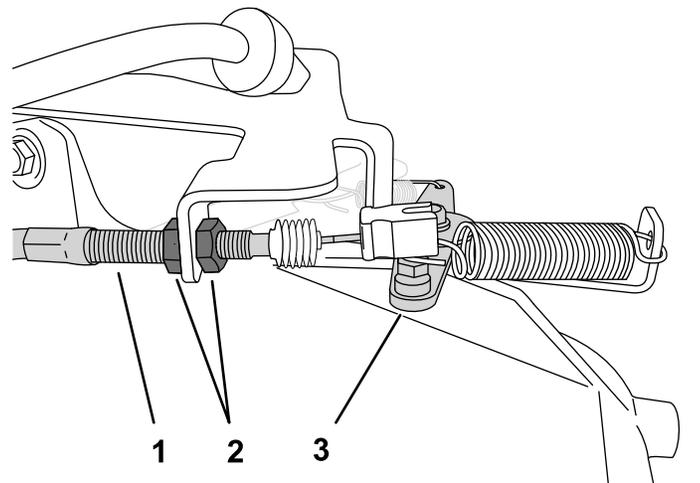

図 44
2. アイドル速度を高くするには、スロットルケーブルハウジングのところで前側のジャムナットをゆるめて後ジャムナットを締める(図 44)。